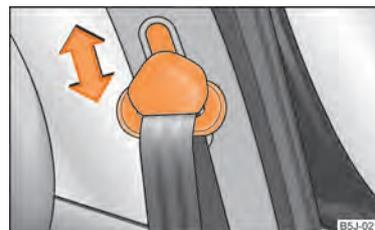

Fig. 95 Sedile anteriore: Regolazione dell'altezza della cintura
- Per la regolazione premere sul rinvio e spingerlo in alto o in basso ⇒ fig. 95.